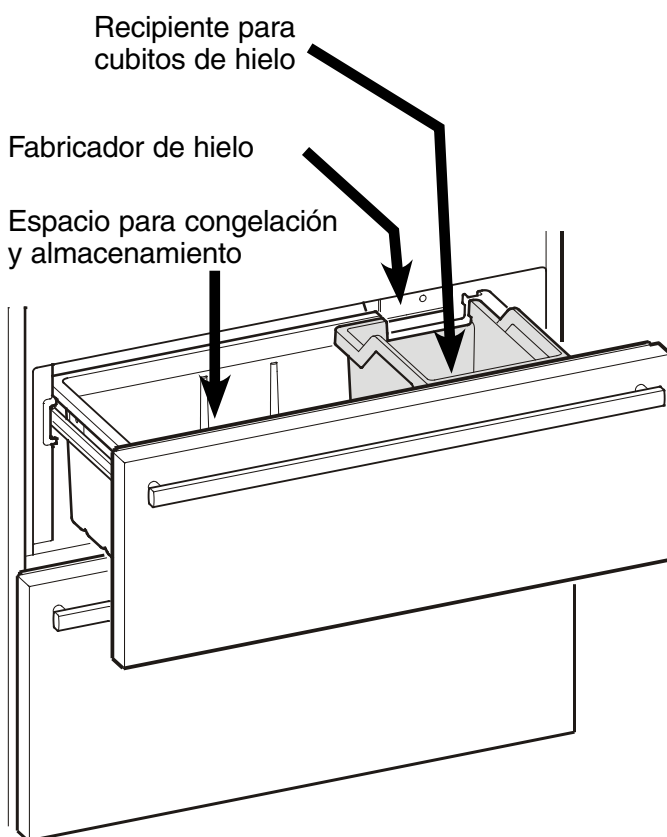

Figura 20
Descripción del compartimiento congelador - Figura 20
- El fabricante de hielo puede producir cubitos de hielo únicamente si el cajón superior del congelador está completamente cerrado y el recipiente para cubitos de hielo se encuentra instalado correctamente (**Figura 20**).
- Por último, limpie el cajón de cubitos de hielo (**Figura 20**).
Los cubitos de hielo caen dentro del recipiente para cubitos de hielo (**Figura 20**). A partir de una determinada cantidad de llenado se interrumpe automáticamente la producción de cubitos de hielo. El fabricante de hielo no llenará el recipiente hasta arriba.
Asegúrese de que el cajón superior del congelador esté completamente cerrado y el recipiente para cubitos de hielo se encuentre instalado correctamente (**Figura 20**).